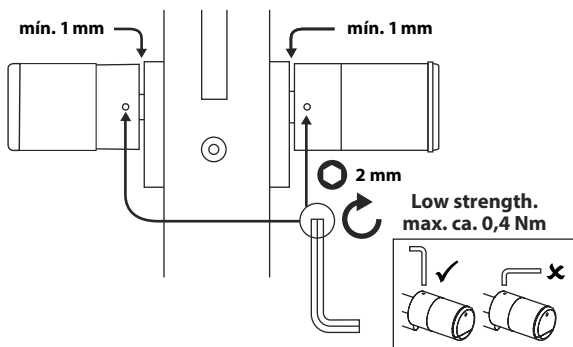

Fig. 10
- ⑦ Aparafuse os parafusos sem cabeça nos dois manípulos (Fig. 10).